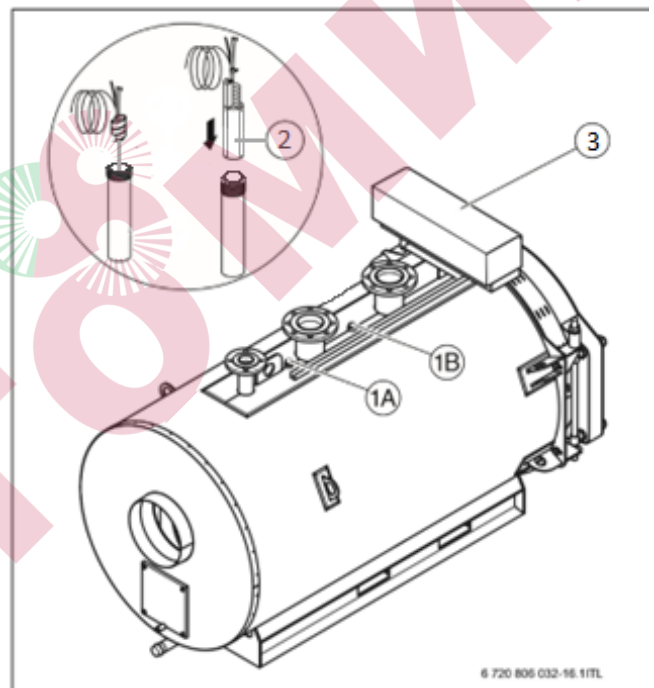

Рисунок 16 Установка датчика температуры ONIX 100 – 850 кВт
- ▶ Наденьте уплотнение на фланец горелки (Рисунок 16, [3]).